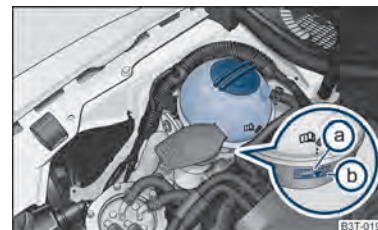

Fig. 174 Vano motor: Depósito de expansión del líquido refrigerante.
- Compruebe el nivel de líquido refrigerante en el depósito de expansión del mismo ⇒ fig. 174. Con el motor frío, el nivel de líquido refrigerante debe encontrarse entre las marcas  (MÍN.) y  (MÁX.). Con el motor caliente, el nivel puede sobrepasar también ligeramente la marca  (MÁX.).
- Coloque un trapo sobre el tapa del depósito de expansión de líquido refrigerante ⇒ fig. 174 y desenrosque el tapón con **cuidado** girándolo hacia la izquierda ⇒ .
⇒ fig. 174! El líquido refrigerante excedente es expulsado del sistema de refrigeración a través de la válvula de sobrepresión situada en el tapón de cierre del depósito de expansión del refrigerante al calentarse.